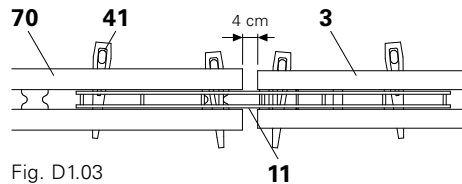

Fig. D1.03
Con regleta VKZ (11) y cuña KZ (41). La distancia entre las correas SRU (70) y SRZ (3) es de 4 cm. (Fig. D1.03)